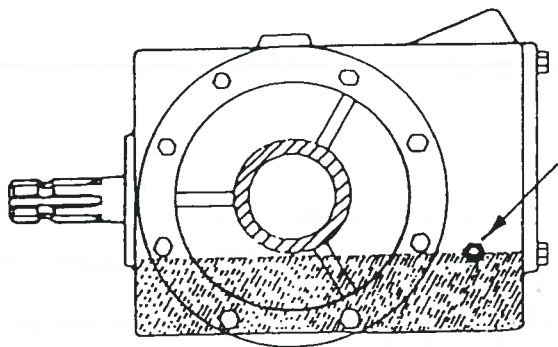

Fig. 2
- B) Le groupe ou boîtier central de pignons doit être rempli avec VALVOLINE ISO 6743-6 CKD/SAE 90 ISO 220. C'est nécessaire relâcher le bouchon fileté, en remplissant la caisse jusqu'à que l'huile commence à sortir par la bouche inférieure. Capacité approximative: 2 litres (fig. 2).
- C) La transmission latérale d'engrenages placée à côté gauche porte deux bouchons filetés, un au dessus et l'autre dans le côté inférieur. Pour remplir avec VALVOLINE ISO 6743-6 CKD/SAE 90 ISO 220 les deux doivent être lâchés, commençant le remplissage au dessus jusqu'à que l'huile devient à sortir par la bouche inférieure. Capacité approximative: 2 litres (fig. 2).